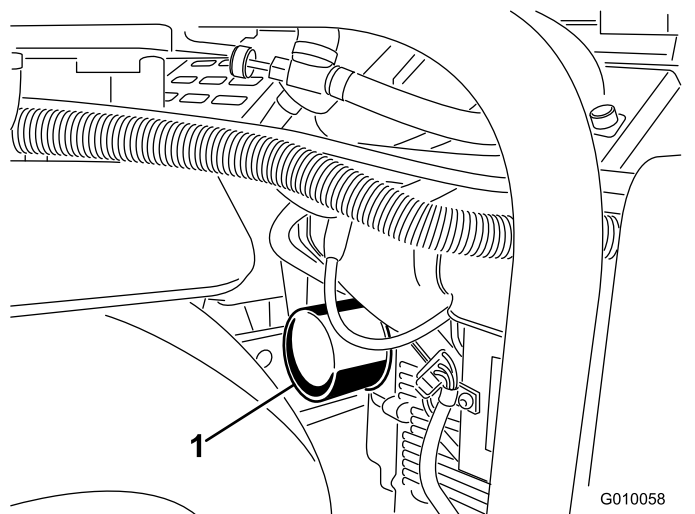
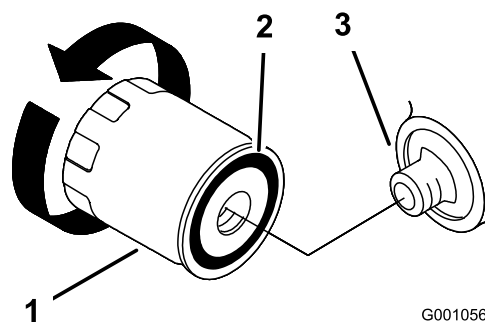

Рисунок 46
Рисунок 47
5. Для сбора масла разместите под фильтром мелкий поддон или ветошь (Рисунок 46).
6. Извлеките старый фильтр (Рисунок 46 и Рисунок 47) и протрите поверхность прокладки переходника фильтра.